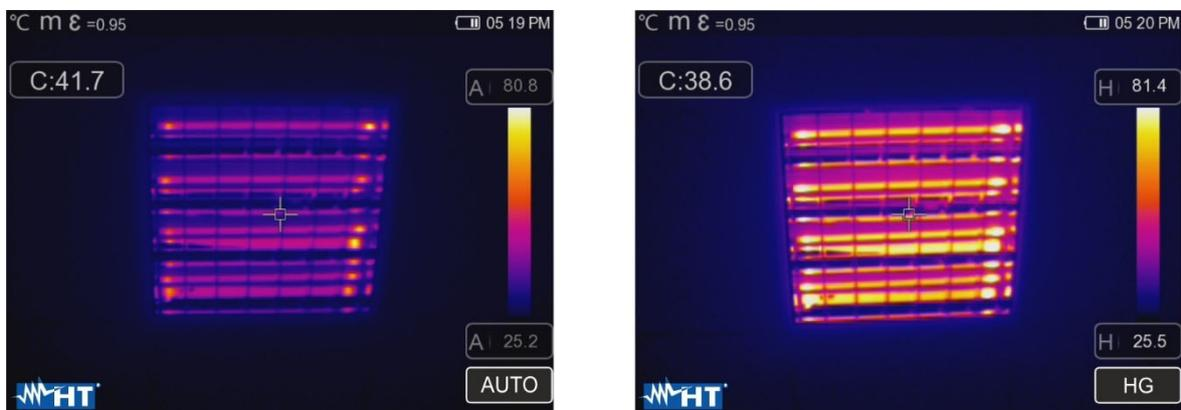

Abb. 46: Einstellung der Modi Automatisch und Histogramm
- Modus **Histogramm (HG)** → Die Mindest- und Höchstwerte der Temperatur des eingerahmten Gegenstands werden vom Gerät automatisch eingestellt, wie im Auto Modus. In diesem Fall werden aber die Bereiche des Bildes besonders hervorgehoben, in denen sich die Temperaturwerte von denen der benachbarten Bereiche sehr unterscheiden. Die Beziehung zwischen der Temperatur und der Farbe der Palette ist **nicht linear**, basierend auf einem Histogramm-Algorithmus. Dieser Modus ist in sehr dunklen Arbeitsumgebungen besonders nützlich.
1. Drücken Sie die Taste oder berühren Sie das Symbol "AUTO" rechts im Unterteil des Displays. Die Bildschirmzeiten in der Abb. 46 zeigen die Auswahl der Modi "AUTO" und "HG".